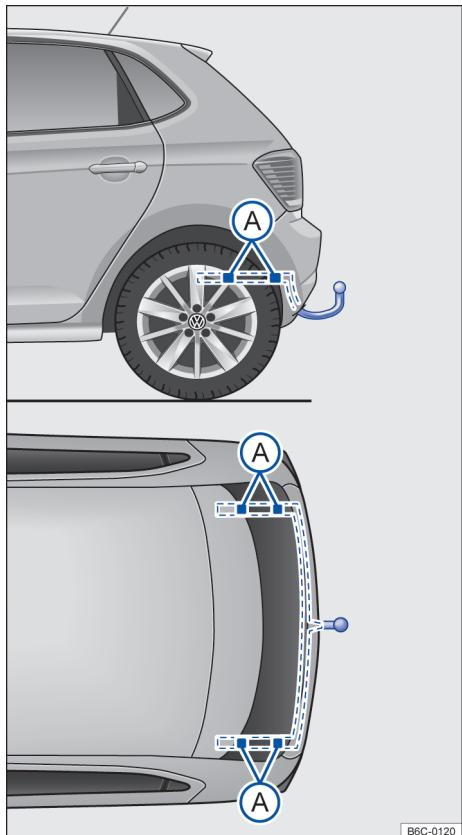

Fig. 120 Pontos de fixação para instalar um dispositivo de reboque posteriormente.
A figura → Fig. 120 ilustra, como exemplo, o ponto de fixação para instalar um dispositivo de reboque do modelo Polo.
A montagem posterior de um dispositivo de reboque deverá ser efetuada de acordo com as instruções do respectivo fabricante do engate, sempre respeitando os pontos de fixação indicados na → Fig. 120 (A).